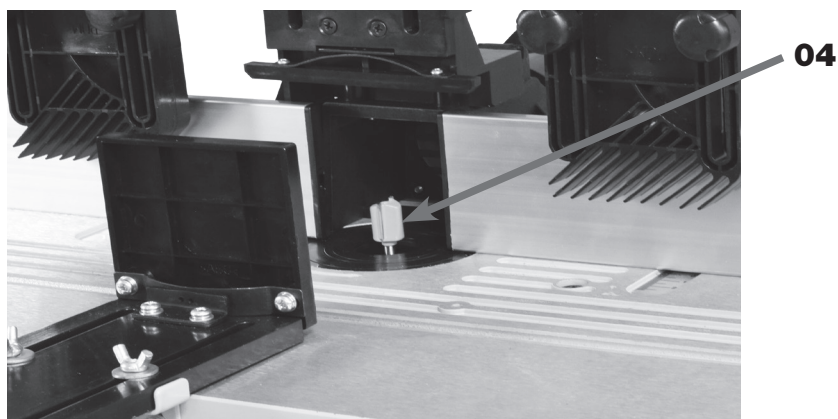

FIGURA 40 - Montagem da Fresa
5. INSTALAR a Pinça (23) desejada no Eixo Roscado (43);
6. INSERIR a Fresa (04) na Pinça (23 (figura 40);
7. APERTAR a porca da Pinça (23) com a Chave Fixa (25), travando o Eixo Roscado (43) pela Chave Fixa (24) ou pela Trava (44);
8. VERIFICAR se a Fresa (04) está firmemente apertada pela Pinça (23);
9. INSTALAR novamente os Anéis da Mesa (42).